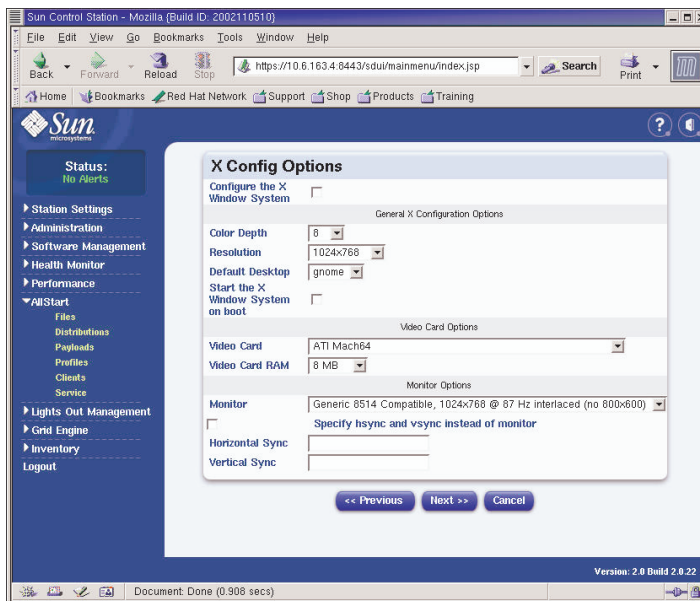

FIGURA 2-15 Finestra X Config (profili AllStart)
f. Nella finestra X Config Options, selezionare le opzioni secondo le diverse esigenze (per un esempio, vedere la FIGURA 2-15). Al termine, fare clic su Next.